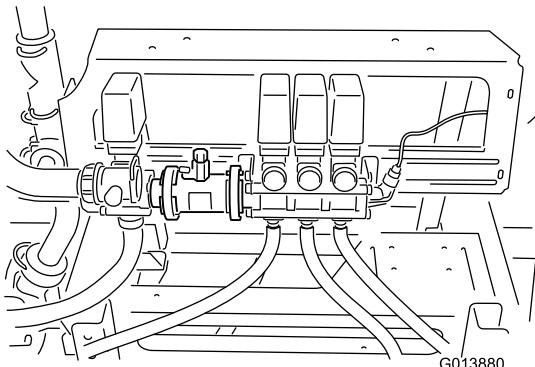

図 7
- F. ブームバルブ・アセンブリを、注意深く元の位置に戻すフローメータのボディと面一になるように図7。